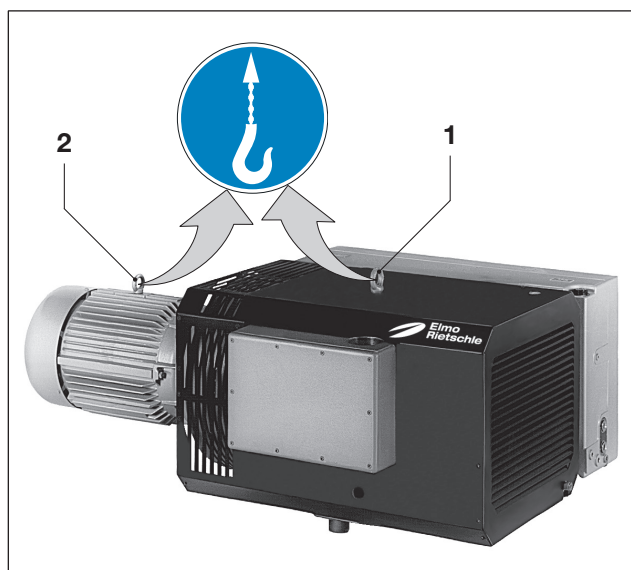

Fig. 1 Levantar e Transportar
- b) Para levantar e transportar a máquina esta deve ser suspensa através do meio de alçamento no olhal da carcaça de bomba (Fig. 1/1) e da carcaça do motor (Fig. 1/2). Caso falte o último, o motor deve ser levantado com uma linga de cabo de aço.